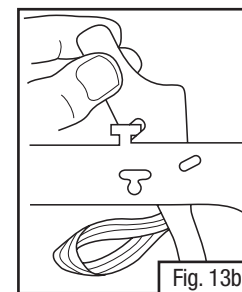
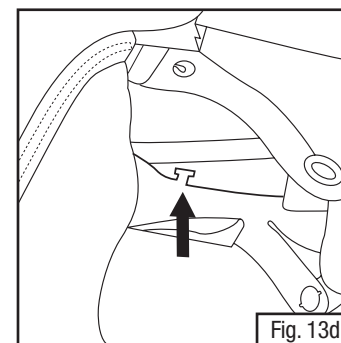

Fig. 13b
Fig. 13d
- Localiser les crochets en T sur la coiffe (Fig. 13d). L'onglet en plastique sur la membrane d'étanchéité faciale se fixe à ce crochet de la coiffe. Pour fixer, glisser les onglets **entre la coiffe et la coque de la pièce faciale**. Fixer l'encoche dans les onglets de la membrane d'étanchéité faciale sur les crochets en T qui se trouvent sur le bandeau de la coiffe (Fig. 13b).